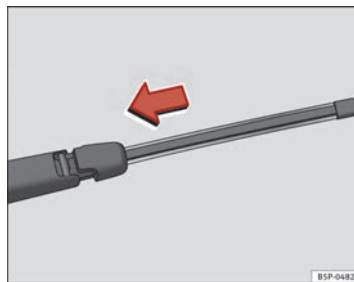

Fig. 140 Collocare la spazzola tergilunotto
- Posizionare la spazzola come indicato nella figura ⇒ fig. 140 e scorrere l'adattatore fino a quando non si incastra.